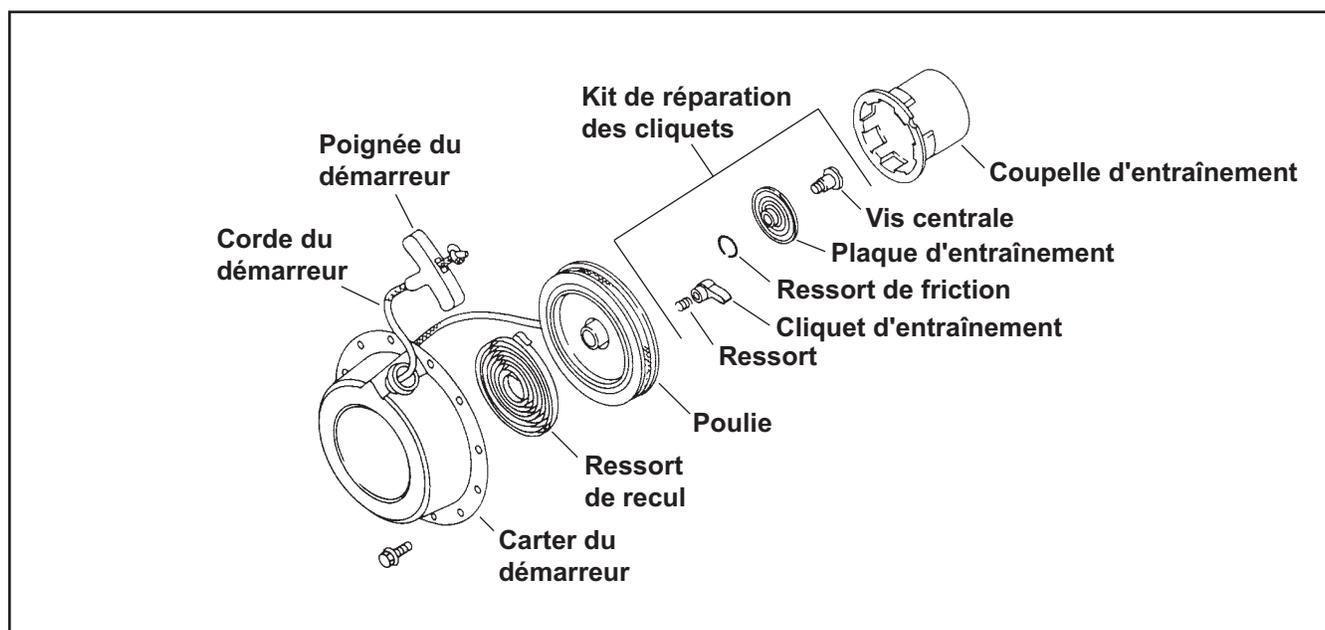

Figure 7-1. Démarrateur rétractable - Plan éclaté.
- Inspecter soigneusement les composants pour tout signe d'usure, fissure et/ou dégâts. Remplacer tous les composants usés ou abîmés. Utiliser uniquement des pièces de rechange d'origine Kohler comme spécifié dans le manuel des pièces. Tous les composants de la figure 7-1 sont disponibles comme pièces de rechange. Ne pas utiliser de pièces non standard.